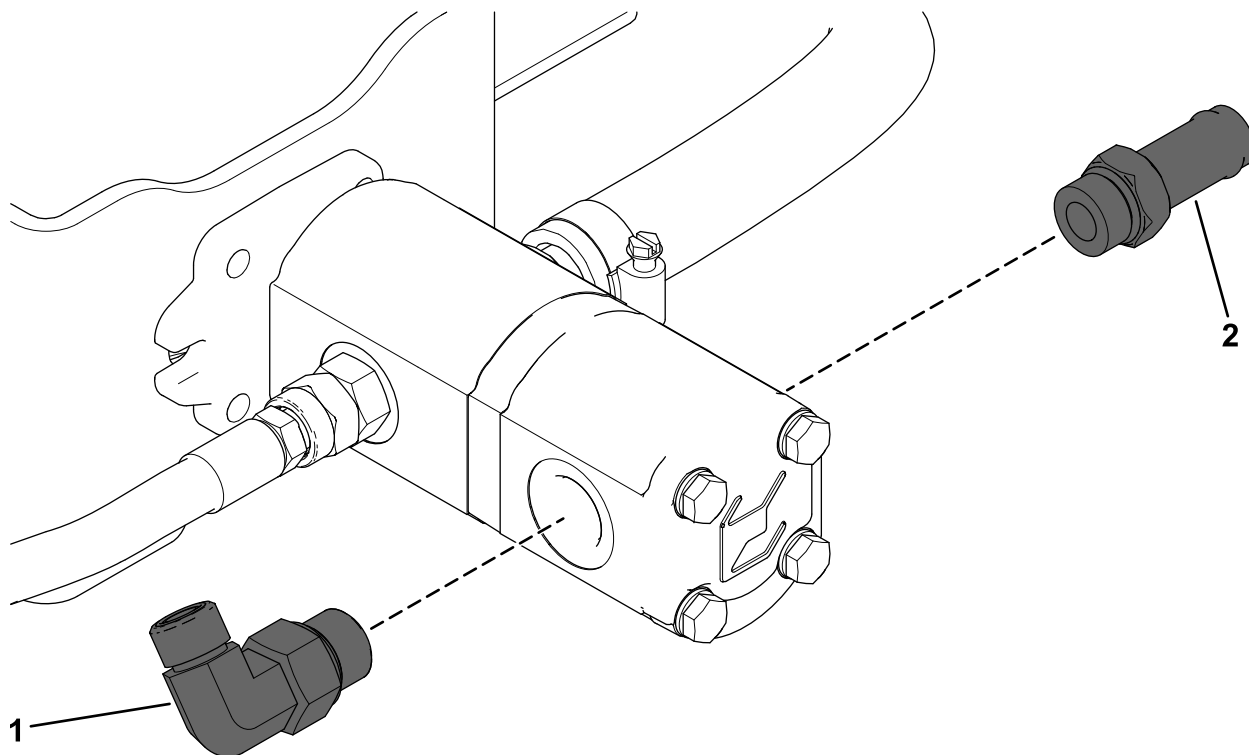

Figura 7
1. Inserite il raccordo diritto nel lato conduttore della pompa (Figura 7).
2. Inserite il raccordo a 90° nel lato destro della pompa (Figura 7).
Quando il raccordo è posizionato correttamente, la sua estremità deve essere rivolta all'indietro e inclinata verso l'alto a circa 45° (Figura 7).